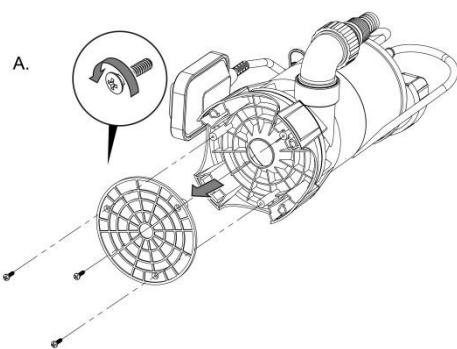

Рис. 10
- Снимите крышку в нижней части насоса, чтобы получить доступ к воздухозаборному отверстию (Рис.10).